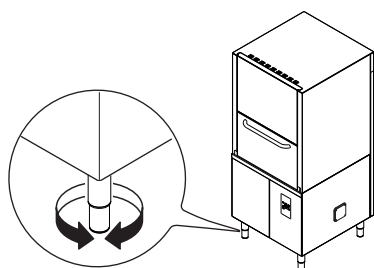

Figura 9 Regulación de los pies
- Regular el aparato girando los pies correspondientes y comprobar que quede perfectamente plano, tanto horizontal como transversalmente (Figura 9).